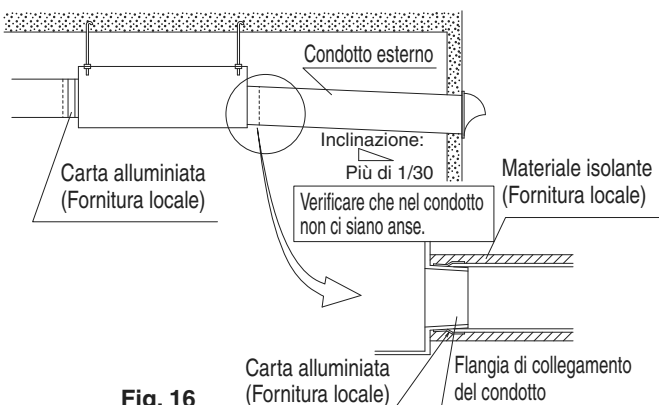

Fig. 16
- Per impedire fughe d'aria, mettere della carta alluminata attorno alla sezione, dopo aver collegato la flangie e il il condotto. **(Fare riferimento alla Fig. 16)**
- Installare i due condotti esterni con pendenza verso il basso (pendenza di 1/30 o superiore) per impedire l'entrata di acqua piovana. Inoltre, per prevenire la formazione di condensa, eseguire l'isolamento dei tre condotti (condotti esterni e condotto interno di alimentazione dell'aria). (Materiale isolante: lana di vetro dello spessore di 25 mm.) **(Fare riferimento alla Fig. 16)**
- L'uso di condotti flessibili o silenziosi può essere efficace nella riduzione del rumore provocato dall'alimentazione interna di aria (SA). Selezionare i materiali tenendo a mente la potenza della ventola e il livello di rumore dell'unità. Consultare il rivenditore di zona per la selezione.
- Impostare il passo tra l'uscita di scarico (EA) e l'ingresso dell'aria esterna (OA) a 3 volte il diametro del condotto.